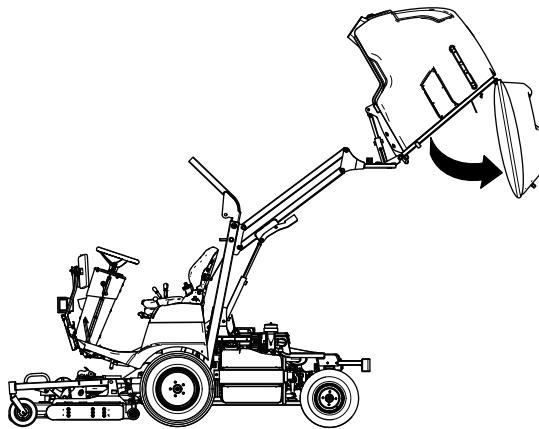

図 140
2. ホッパー図 140を一番高い位置に設定するホッパーを上昇させる(ページ 31)を参照。
3. ホッパー内部にあるごみをダンプし図 140、後部ドアがぶら下がった状態のままにするホッパーからダンプする(ページ 33)を参照。